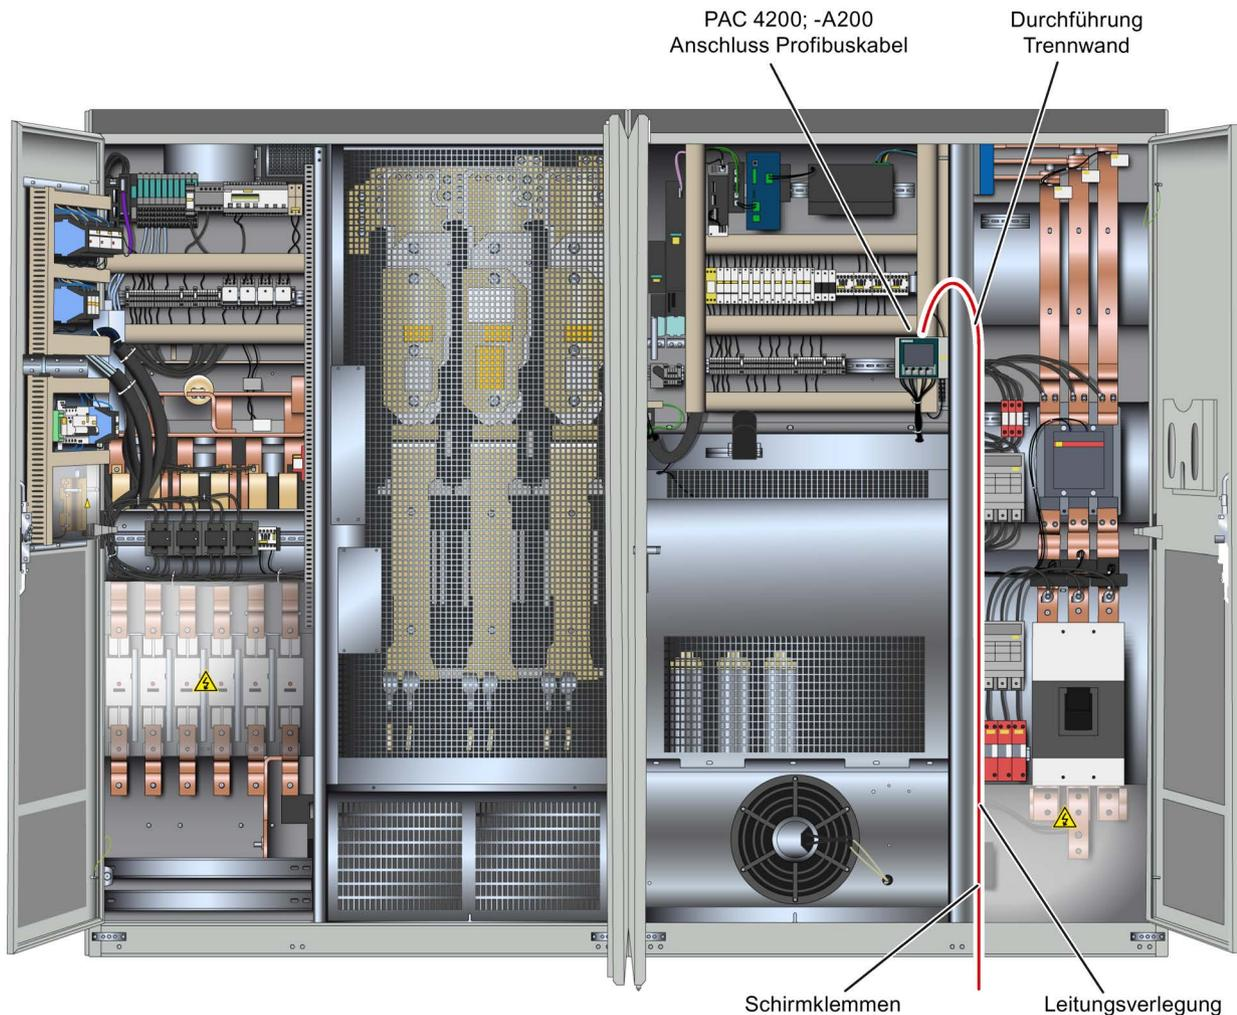

Bild 7-3 Leitungsführung Profibus-Kabel im Master
1. Bringen Sie das Kabel unten im AC-Schrank ein, führen Sie es, wie für das Profibuskabel in Bild 7-3 Leitungsführung Profibus-Kabel im Master (Seite 115) dargestellt, nach oben, durch das Loch in der Trennwand und weiter auf passendem Weg durch die Kabelkanäle zur SCALANCE Baugruppe -A202.